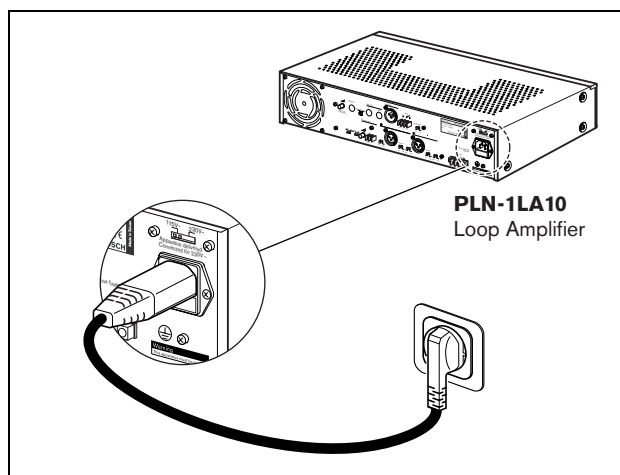

figure 4.7: Alimantation, connexion
- 3 Connectez un câble d'alimentation aux normes locales de l'amplificateur à la prise secteur (voir figure 4.7).